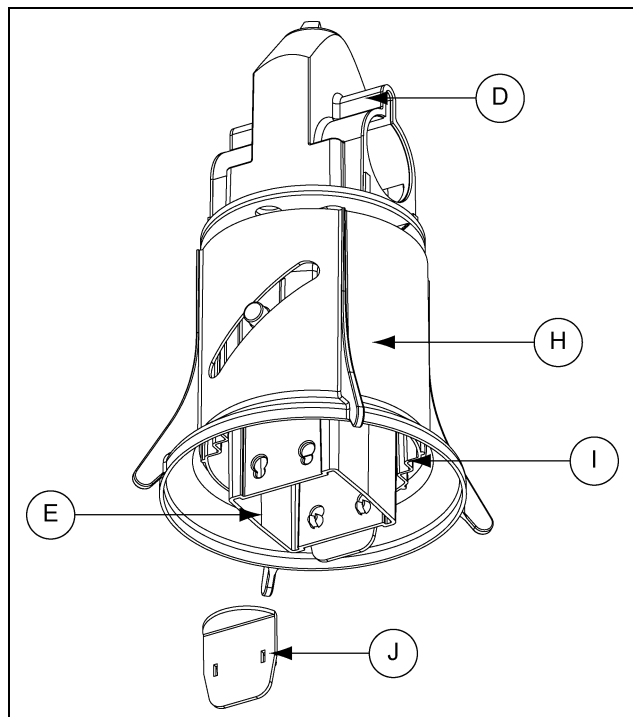

Рисунок 4Х
8. Ориент уровень корма (Н) и уровень подачи регулятор (I) с падение трубки снизу (Е) держать трос лебедки держатель и сквозными отверстиями выровнены показано выше Рисунок 4Х. В зависимости от подачи типа (стандартного или MAX), устанавливать и вешалки уровня (J) подачинадпоадения трубы (Е) в правильной ориентации, показанной ниже Рисунок 4У.